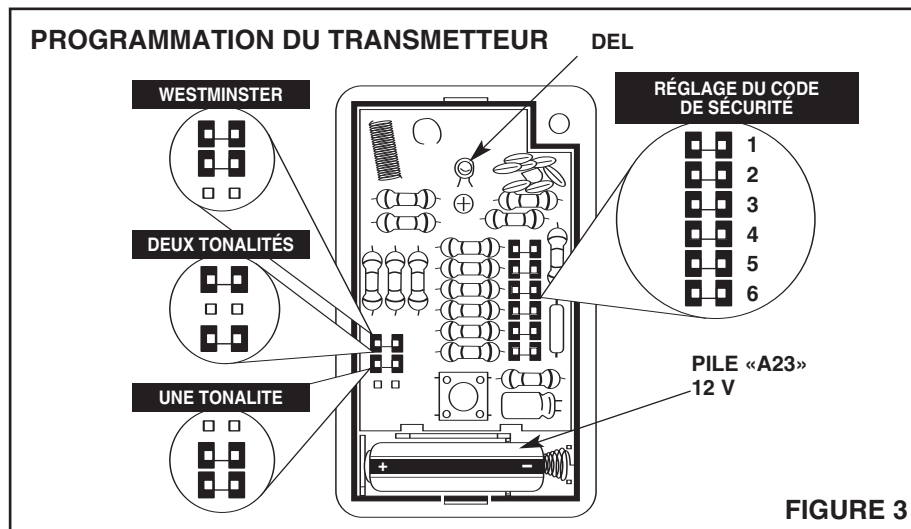

FIGURE 3
Voir la Figure 3.
2. Sélectionner la tonalité désirée, comme indiqué à la Figure 3.